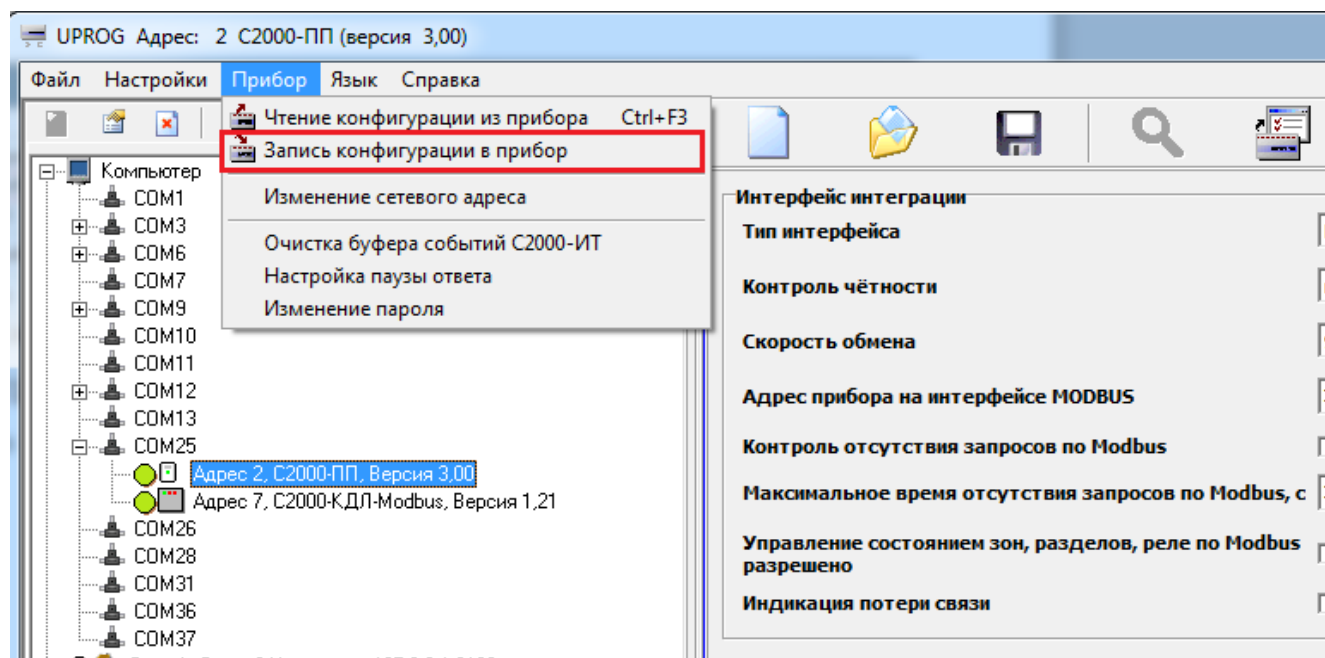

Рисунок 15. Запись конфигурационных параметров в прибор
2.2.6 Для записи конфигурационных параметров в «С2000-ПП» следует выбрать пункт меню «Прибор / Запись конфигурации в прибор» или кликнуть по соответствующей кнопке на панели быстрого доступа см. рис. 15.